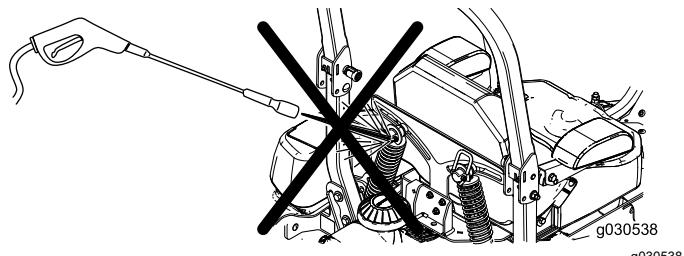

Figura 82
**Nota:** Non pulite i gruppi ammortizzatore con acqua sotto pressione (Figura 82).